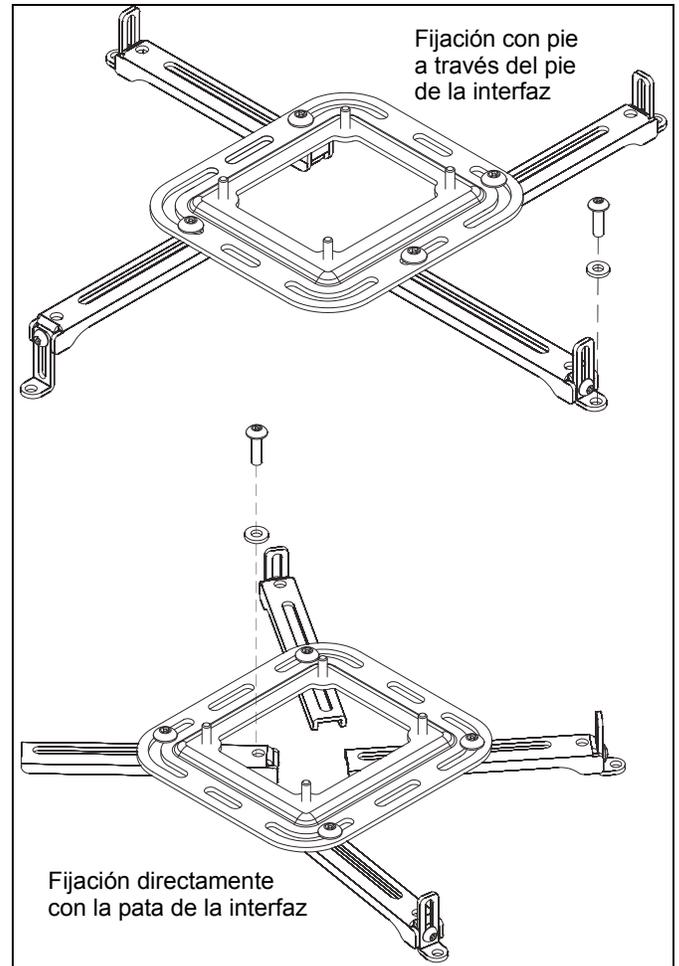

Figura 14
6. Fije la interfaz universal al proyector con el pie de sujeción, o directamente con las patas. (Consulte Figura 14)